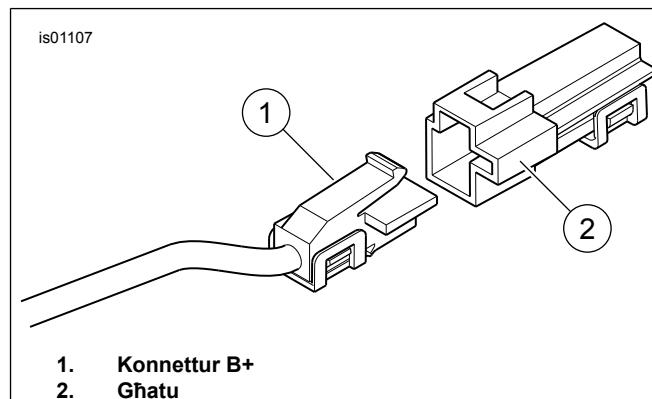

Figura 20. Konnettur B+
1. Ara Figura 20 . Sib il-konnettur B+ (požittiv tal-batterija) (1) (wajer aħmar b'konnettur grīz mhux użat) fuq il-harness prinċipali tal-elettriku, Neħħi l-cover (2) mill-konnettur.